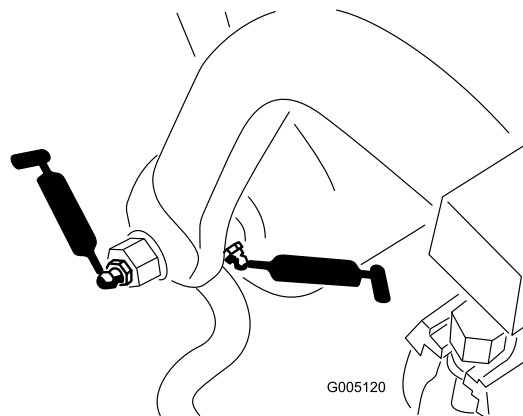

Figura 34
- Eje y rodillo del bastidor de tiro (12) (Figura 34)